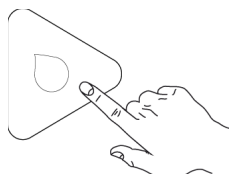

Fig.16
- 5- Premere il TASTO "B" avvio ciclo di lavaggio. (Fig.16)